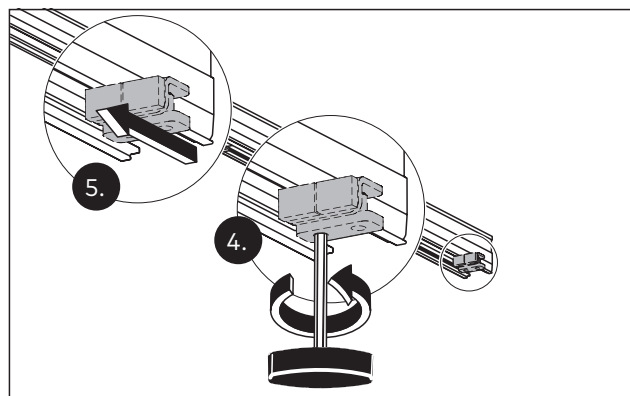

Abb. 16 Die Endanschlätze verschieben
4. An beiden Antrieben die Schrauben an den Endanschlätzen auf der Anschlussseite lösen (Abb. 16).
5. Die Endanschlätze Richtung Antriebsmitte schieben (Abb. 16).